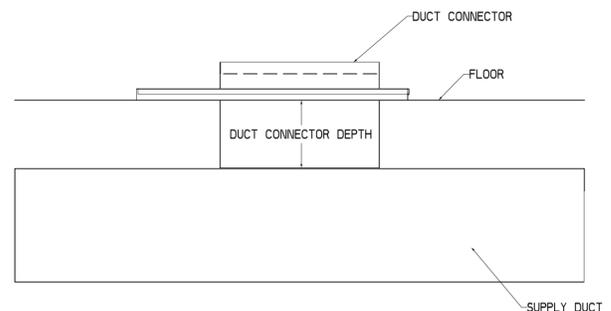

Figure 8 : Emplacement du connecteur de gaine
- Retirer la porte avant/le panneau d'accès du fournaise d'air chaud et faire pivoter le de 180° (avec le refoulement d'air dirigé vers le haut), placer le fournaise d'air chaud au-dessus de l'enceinte du serpentin comme illustré à la Figure 8 et le fixer à l'enceinte du serpentin à l'aide d'au moins quatre vis fournies sur place.